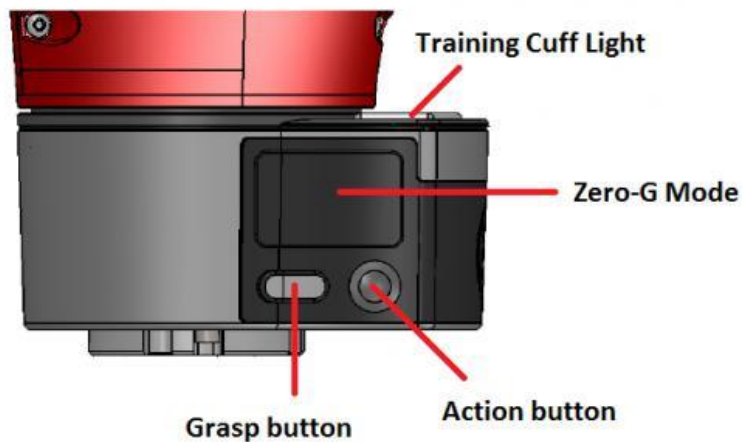

图 1 Sawyer 按钮示意图
3) -n 或 --no-lights: 可选参数，输入“-n”表示不开启与图 1 中“Zero-G”键相连的亮灯（图 1 中“Training Cuff Light”），即按住手臂的零重力按钮（图 1 中“Zero-G”）时蓝灯或红灯不亮